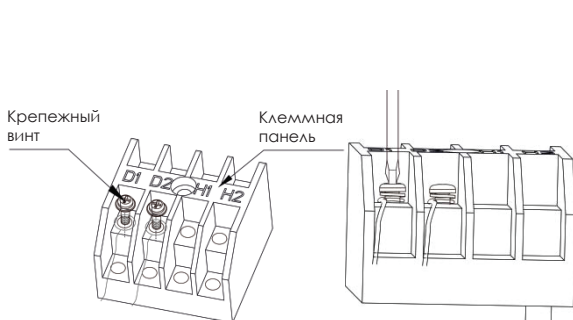

Рис.5.3.1
- (1) Откройте крышку блока электропитания внутреннего блока.
- (2) Заведите линию связи через резиновое кольцо.
- (3) подключите линию связи к клемме D1 и D2 на четырехзначной монтажной панели внутреннего блока, как показано на рис.5.3.1.